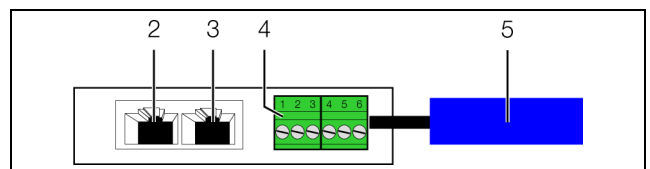

Abb. 8: Rückseite des Luftstromsensors
- Schließen Sie die drei farblich kodierte Adern des Sensorfühlerkabels folgendermaßen an den Pins der Universal-Schnittstelle an (Abb. 8, Pos. 4).
- Verbinden Sie den Luftstromsensor über ein CAN-Bus-Verbindungskabel mit einer CAN-Bus-Schnittstelle der CMC III Processing Unit bzw. der benachbarten Komponente im CAN-Bus (Abb. 8, Pos. 2) Folgende CAN-Bus-Verbindungskabel aus dem CMC III Zubehörprogramm können verwendet werden:
- Schließen Sie ggf. an der zweiten, freien CAN-Bus-Schnittstelle des Luftstromsensors (Abb. 8, Pos. 3) eine weitere Komponente an (z. B. einen anderen Sensortyp).